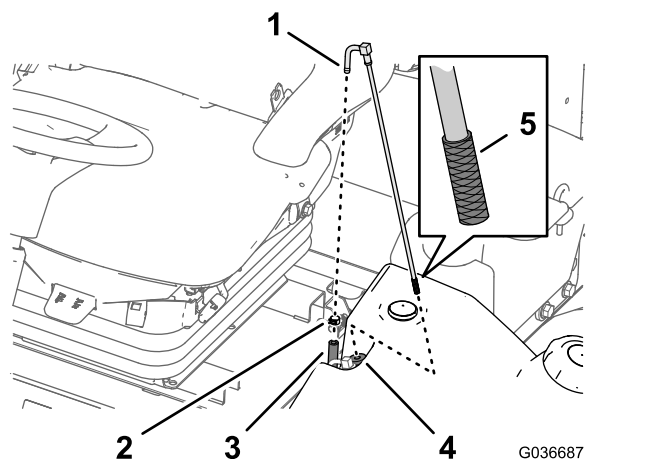

Figura 97
1. Retire la abrazadera que fija la manguera de suministro de combustible al acoplamiento del tubo de aspiración de combustible (Figura 97).
2. Retire la manguera del acoplamiento (Figura 97).
3. Eleve el tubo de aspiración de combustible del depósito de combustible (Figura 97).
4. Limpie cualquier residuo de la rejilla al final del tubo de aspiración de combustible (Figura 97).
5. Inserte el tubo de aspiración de combustible a través del casquillo de goma y en el depósito (Figura 97).